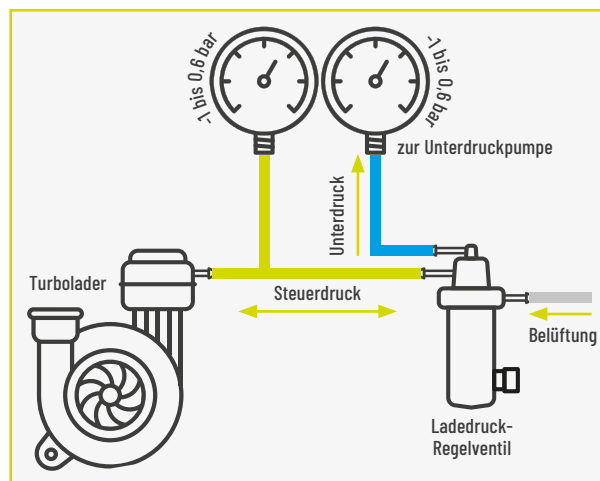

Abbildung 1: Anschluss des Diagnosetools zur Prüfung des Regeldruck am Ladedruckventil und der Regeldöse
- 1 Die Schläuche und Manometer zwischen Turbolader und Ladedruckregelventil anschließen. (siehe Abb. 1)